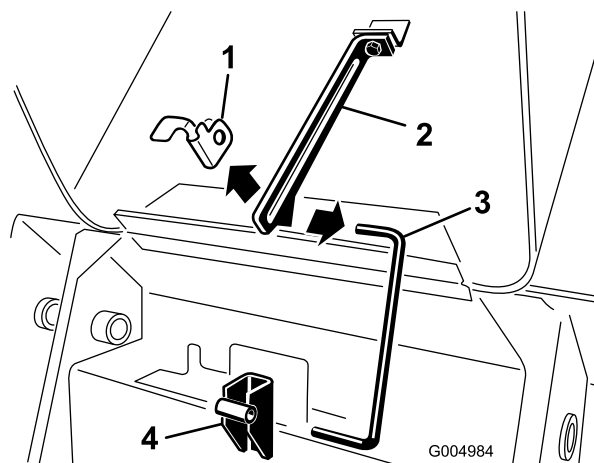

Figura 40
3. Retire el pasador de horquilla del extremo inferior de la varilla de soporte del capó y retire la varilla de los soportes de retención y de la pestaña (Figura 40).
7. Instale la varilla en los soportes de retención y la pestaña, y fíjela con el pasador de horquilla (Figura 40).